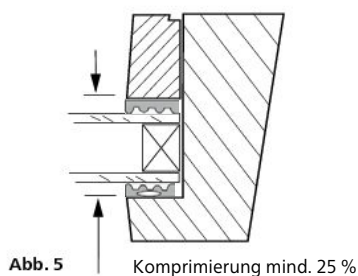

Abb. 5
9. Glasleiste mit Glas gegen äusseres Dichtungsprofil andrücken, aussen und innen mindestens 25 % komprimieren und befestigen; das heisst für GYSO-Cello Strip 10 x 6 mm auf 4,5 mm; für GYSO-Kronenleiste 9 x 4 mm auf 3 mm komprimieren (siehe Abb. 5). Zur einfachen Druckerzeugung empfehlen wir die GYSO-Mekamat Vakuumanlage.